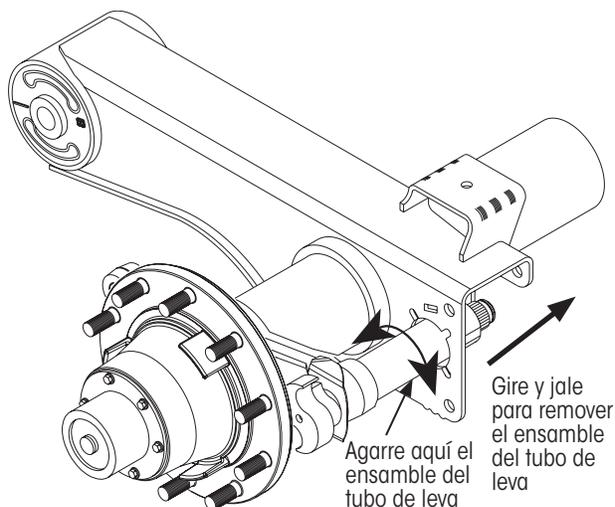

Figura 24: Remoción del ensamble del tubo de leva-S
3. **Jale** el ensamble del tubo de leva de la araña (use un movimiento de rotación hacia adelante y hacia atrás) y **deslícelo** a través del agujero de montaje en la viga de la suspensión (Figura 24).